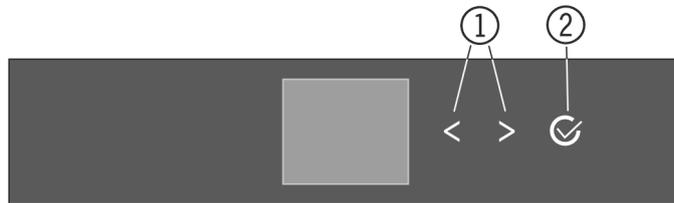
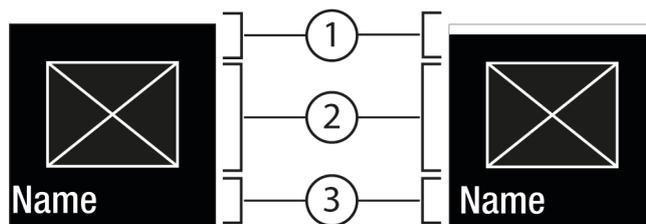
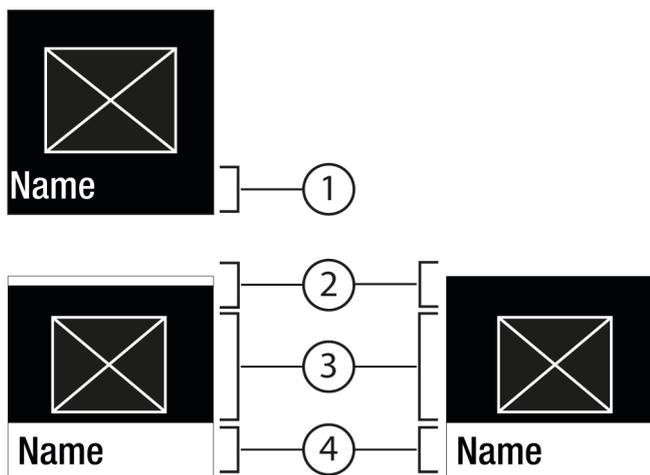

Fig. 5
Fig. 6
Fig. 7
- (1) Навигационная стрелка влево / вправо
(2) Подтвердить
Навигационная стрелка влево / вправо Fig. 5 (1):
Подтвердить Fig. 5 (2):
- Навигация при помощи навигационной стрелки влево / вправо Fig. 5 (1).
- С помощью Подтвердить Fig. 5 (2) вызвать Подменю Fig. 7 (4).
- Установка нового значения: С помощью Подтвердить Fig. 5 (2) выбрать деактивированное значение Fig. 6 (1).
- Назад в меню: С помощью Подтвердить Fig. 5 (2) выбрать уже активированное значение Fig. 6 (2).
- ▶ Навигационные стрелки Fig. 5 (1) нажимайте до тех пор, пока не появится индикация функции .
- ▶ Нажмите на Подтвердить Fig. 5 (2).
- ▶ Навигационные стрелки Fig. 5 (1) нажимайте до тех пор, пока не появится индикация функции.
- ▶ С помощью навигационных стрелок Fig. 5 (1) выберите значение настройки.
- ▷ Состояние: активировано Fig. 6 (1) появляется ненадолго в Подменю Fig. 7 (4).
- ▶ Нажимайте навигационные стрелки Fig. 5 (1) до тех пор, пока не появится индикация настроек
- ▶ Нажимайте навигационные стрелки Fig. 5 (1) до тех пор, пока не появится индикация требуемой настройки.
- ▶ Нажмите и удерживайте в течение 3 секунд Подтвердить Fig. 5 (2).
- ▶ Нажимайте навигационные стрелки Fig. 5 (1) до тех пор, пока не появится индикация настроек .